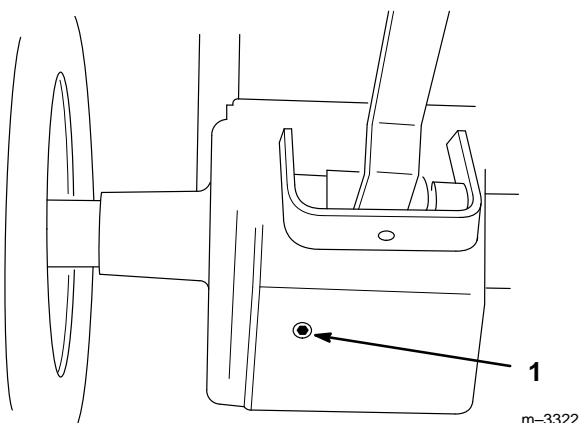

Figure 45
3. Placer un récipient sous l'ouverture de vidange de la boîte-pont. Retirer le bouchon de vidange (Fig. 45).